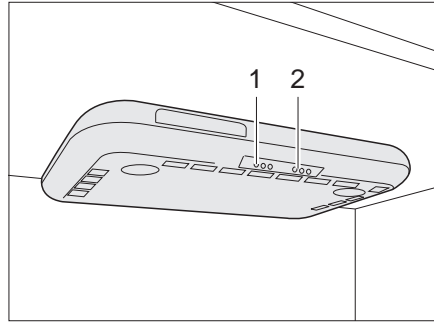

Bild 225 Dunstabzug
- Den Dunstabzug mit dem Schalter (Bild 225,1) ein- und ausschalten.
- Die Kochstellenleuchten mit dem Schalter (Bild 225,2) ein- und ausschalten.